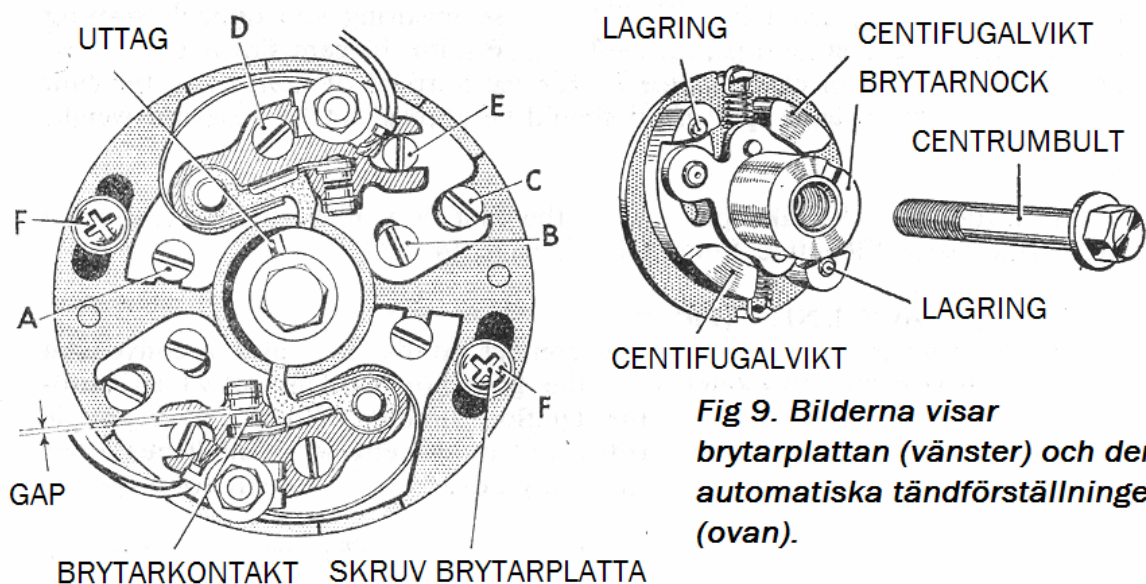

Fig 9. Bilderna visar brytarplattan (vänster) och den automatiska tändförställningen (ovan).
Nästa steg är att ställa den automatiska tändförställningen i läget för full förtändning. (Centrifugalvikterna i tändförställaren ställer automatiskt sig i lågtändningsläge när motorn är avstängd.) Tag bort låsbulten i tändförställarens centrum (Fig. 9), tag bort brickan och ersätt den under inställningen med en lite större så att brickan låser mot brytarkammen. Sätt tillbaka låsbulten och drag åt samtidigt som brytarkammen vrids till högtändningsläget (moturs) och drag åt bulten. På detta sätt låses den automatiska tändförställningen i högtändningsläget, vilket är korrekt läge för att ställa in tändningen.
Kontrollera nu att den övre brytarspetsen just har öppnat, om inte så lossa de båda skruvarna (A) och (B) som håller den övre brytarplattan och justera med den excentriska skruven (C) så att brytarspetsen just öppnar (Fig. 9). Drag åt skruvarna och kontrollera inställningen noggrant. Det bästa sättet att finna läget när brytarspetsen just öppnar är genom att koppla ett litet batteri (ficklampsbatteri) och en passande glödlampa i serie med brytarspetsarna.
Brytarspetsarna (Fig. 9)
Den automatiska tändförställaren (Fig. 9)
För att komma åt tändförställaren lossa de båda skruvarna (F) (Fig. 9) och tag bort brytarplattan komplett med brytarspetsar. Det är inte nödvändigt att ta bort centrumbulten, hela enheten sitter med en kona vilken riskeras att lossa och då måste hela tändningsjusteringen ställas in från början. Men om tändförställaren skall tas loss, lossa centumbulten och sätt i en avdragarbult i gängorna för detta syfte. Avdragarbulten finns som B.S.A. Service Verktyg No. 61-5005, den skruvas in så långt som möjligt och när den bottnat slås ett skarpt slag på ringnyckeln ände och tändförställaren lossar från sin kona.